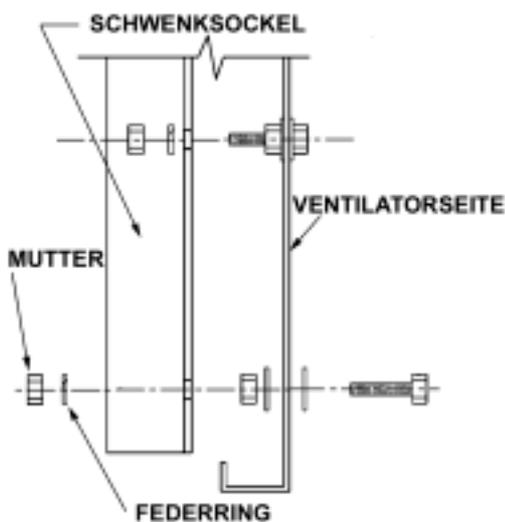

Abb. 29 – Installation Schwenksockel
2. Verschrauben Sie die Montageplatte mittels 8 mm Federring und Mutter am Aggregat (Abb. 29).